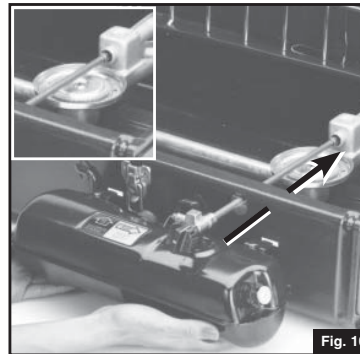

Fig. 10
■ Inserte el generador por el orificio grande al frente de la estufa y dentro de la cámara de mezcla arriba del quemador. Coloque las presillas del tanque dentro de las ranuras al frente de la estufa. (Fig. 10)